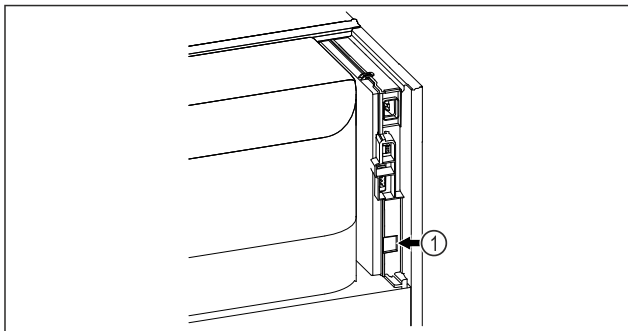

Fig. 60
- A SmartModule Fig. 60 (1) be van helyezve.